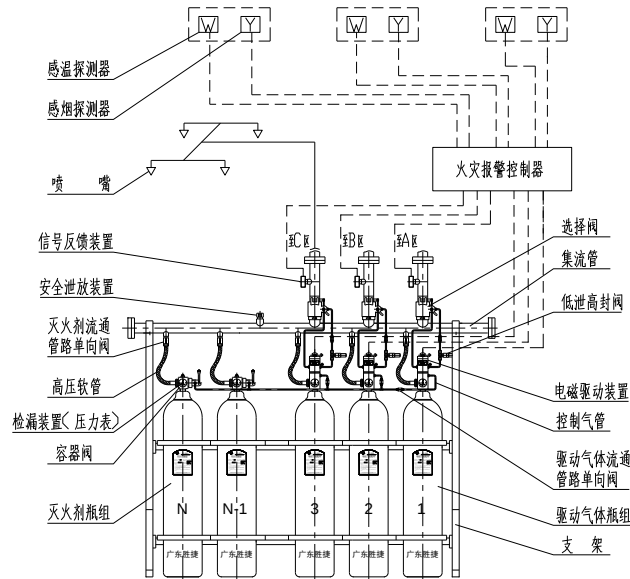
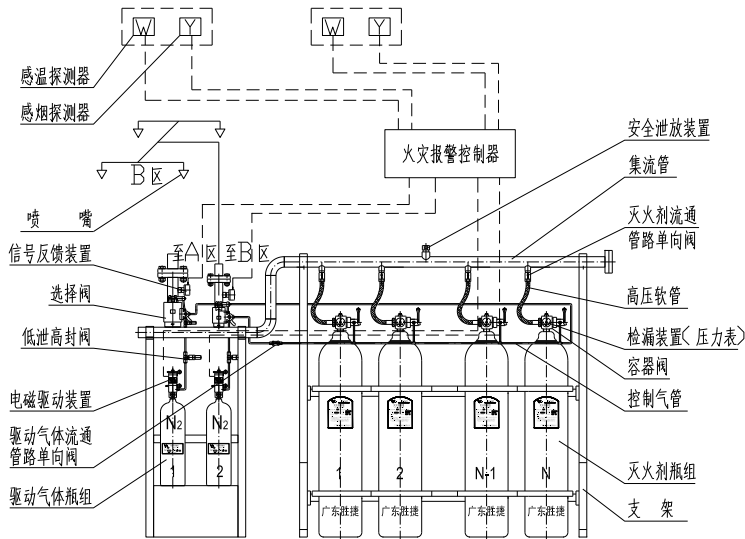

图 2-1 组合分配 IG-541 灭火系统 (IG-541 启动)
图 2-2 组合分配 IG-541 灭火系统 (N₂ 启动)
(2) 组合分配式 IG-541 灭火系统 (图 2-1 与图 2-2): 由一套公共的 IG-541 灭火剂储存装置对应几套管网系统, 保护多个防护区域的构成形式; 可分为 IG-541 自身启动和 N₂ 启动两大类。